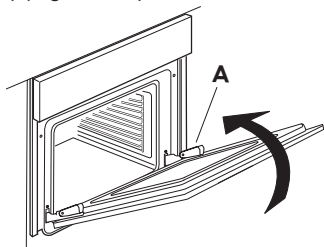

fig. 2
3. Tanca la porta al màxim possible (A), aixeca-la (B) i gira-la (C) fins a alliberar-la (D) (Fig. 2, 3, 4).